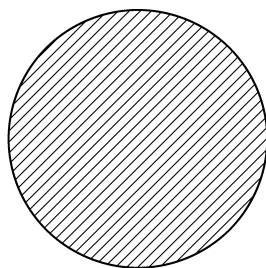

图 6-11 填充结果
3) 单击【边界】命令中的【拾取点】按钮，在圆形内部任一点单击。按 <Esc> 键退出，如图 6-11 所示。